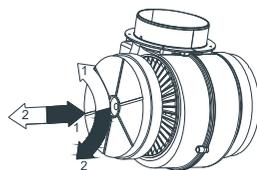

Рис. 16
3. Снимите угольный фильтр, который находится внутри вытяжки на корпусе двигателя, вращая его против часовой стрелки (Рис. 16).